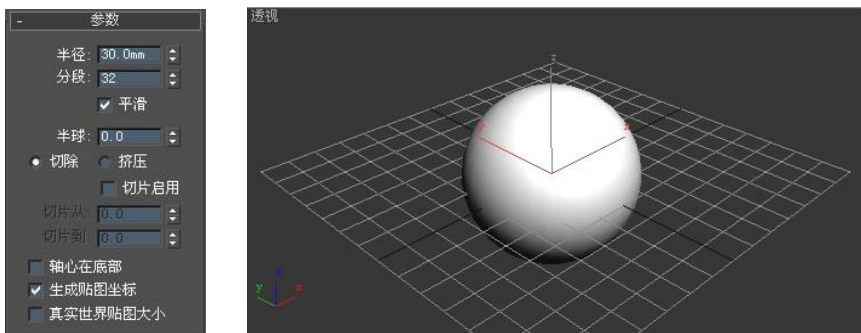

图 2-41 创建球体
- (1) 单击“创建”标签>“几何体”按钮, 在下拉列表中选择“标准几何体”选项。
- (2) 单击“球体”按钮, 在顶视图中创建球体, 在参数面板中设置球体的参数, 如图 2-41 所示, 颜色选择白色。